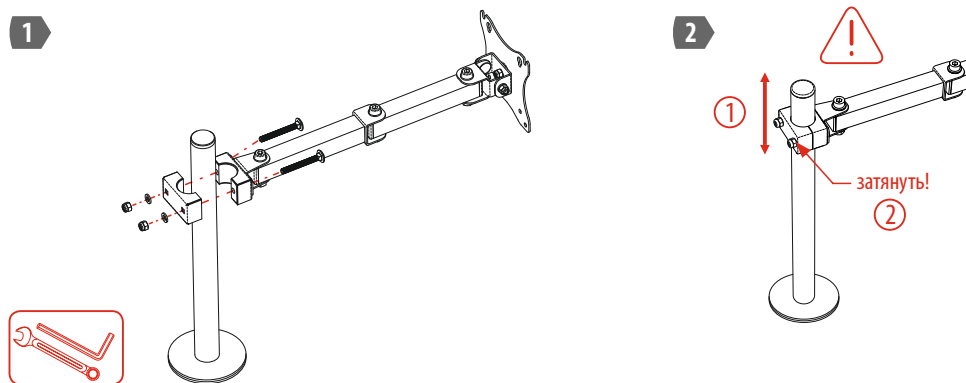

Рисунок 2. Сборка узла фиксации балки и установка балки держателя монитора на стойку кронштейна
- 4.3 Соберите узел фиксации балки на стойке (см. рис. 2). Выберите оптимальное положение балки и затяните винты.